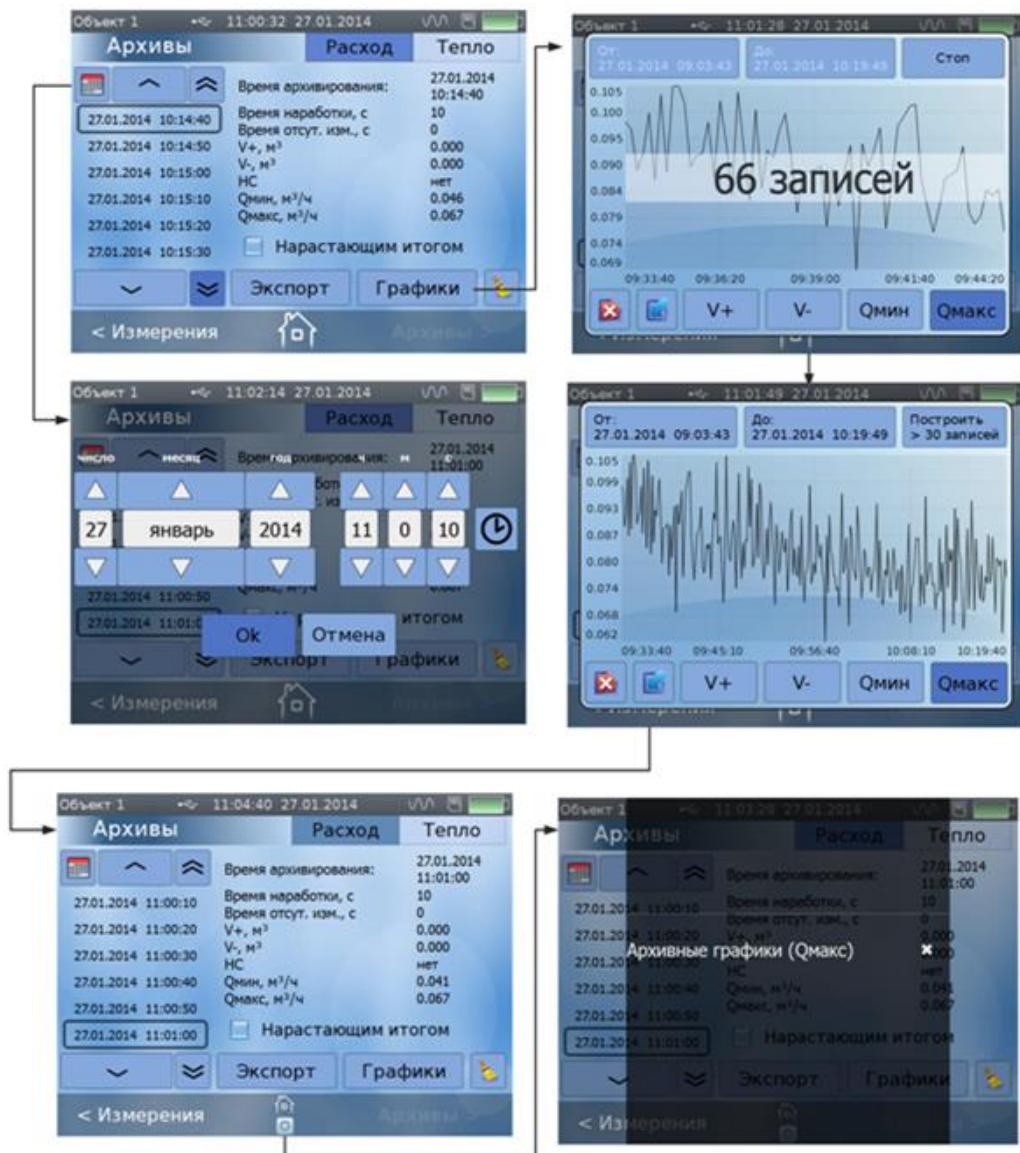

Рис.15. Окно «Архивы».
клавиатуре кнопки  или прикосновением к строке **Архивы >** на дисплее, и перебором записей кнопками ,  и  (см. рис.15).
4.10.4. Выход из подменю **Графики** производится нажатием кнопки или кнопки . Разница заключается в том, что при нажатии на кнопку в нижней части дисплея отображается факт использования меню **Графики** появлением под символом значка (рис.15).
Для закрытия этих значков необходимо к ним прикоснуться (щелкнуть левой кнопкой мышки), после чего на затемненном экране появляются надписи, отмеченные белым крестиком (рис.15), и свидетельствующие об использовании экспорта архивных записей и архивных графиков. Для стирания надписей нужно прикоснуться к белому крестику.